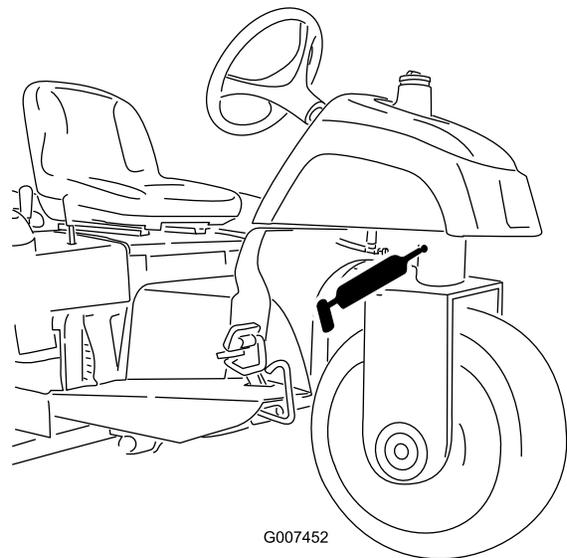

Figura 27
- perno dello sterzo (Figura 27)
**Nota:** Il raccordo piano sul perno dello sterzo (Figura 27) richiede un adattatore per l'ugello della pistola d'ingrassaggio. Ordinate il n. cat. Toro 107-1998 dal vostro distributore Toro autorizzato.